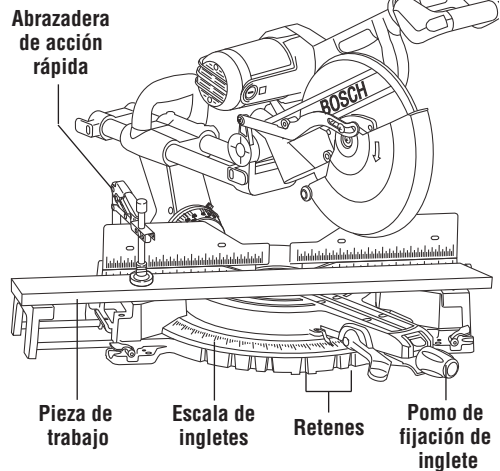

Figura 32. Corte a inglete
- Afloje el pomo de fijación del inglete. Suba el gatillo del retén de inglete y mueva la sierra al ángulo deseado, utilizando ya sea los retenes o la escala de ingletes. Apriete el pomo de fijación de inglete (Figura 32).